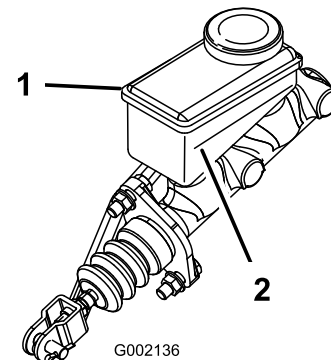

Figura 90
5. Mire el nivel de aceite en el lateral del depósito (Figura 90).
- B. Añada líquido de frenos DOT 3 al depósito hasta que el nivel esté por encima de la línea Mínimo (Figura 90).